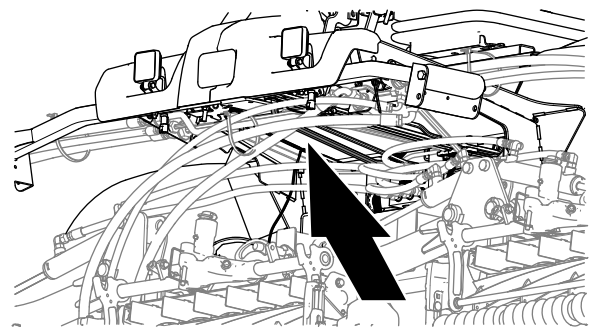
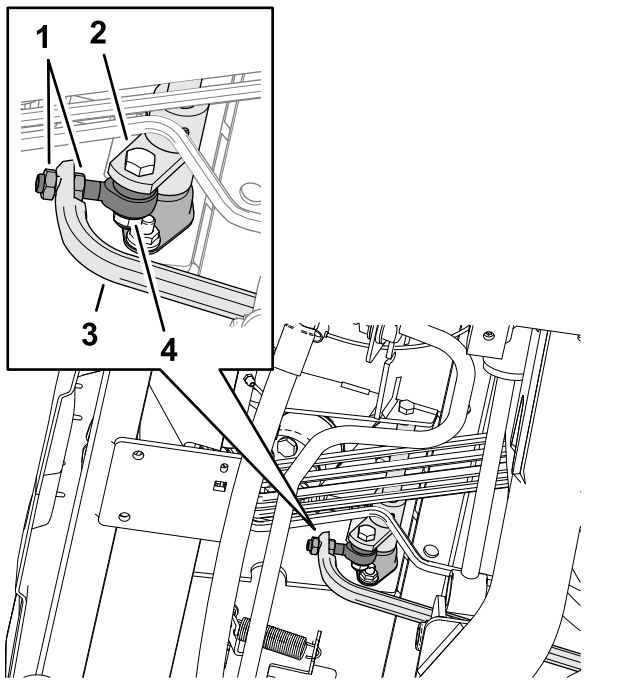

図 151
図 152
- ロッドの端部についているジャムナットを調整する前進を止めるなくすには走行ロッドを前へ動かし、後退をなくしたい場合には、後ろへ動かす 図 151 と 図 152。